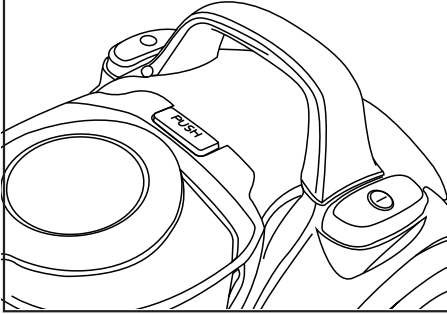

Fig. 2
- Para hacer uso del parking horizontal ancle el gancho de la zapata en el enganche que se encuentra en la parte posterior del aparato (Fig.2).